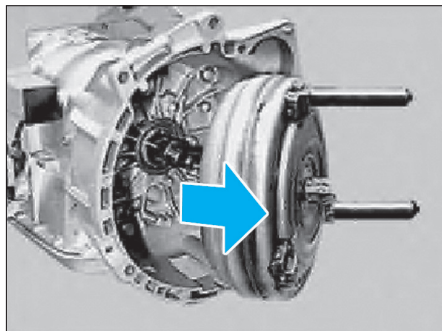

Fig. 19
- Extraire le convertisseur de couple et le poser à la verticale (Fig.19).
Si le convertisseur a été mal monté, le toc de l'impulseur risque d'être endommagé lors du bridage de la boîte sur le moteur (Fig.19).